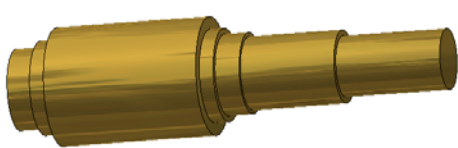

图 8-25 旋转出小齿轮主体
③单击【确定】按钮完成小齿轮主体的创建，如图 8-25 所示。